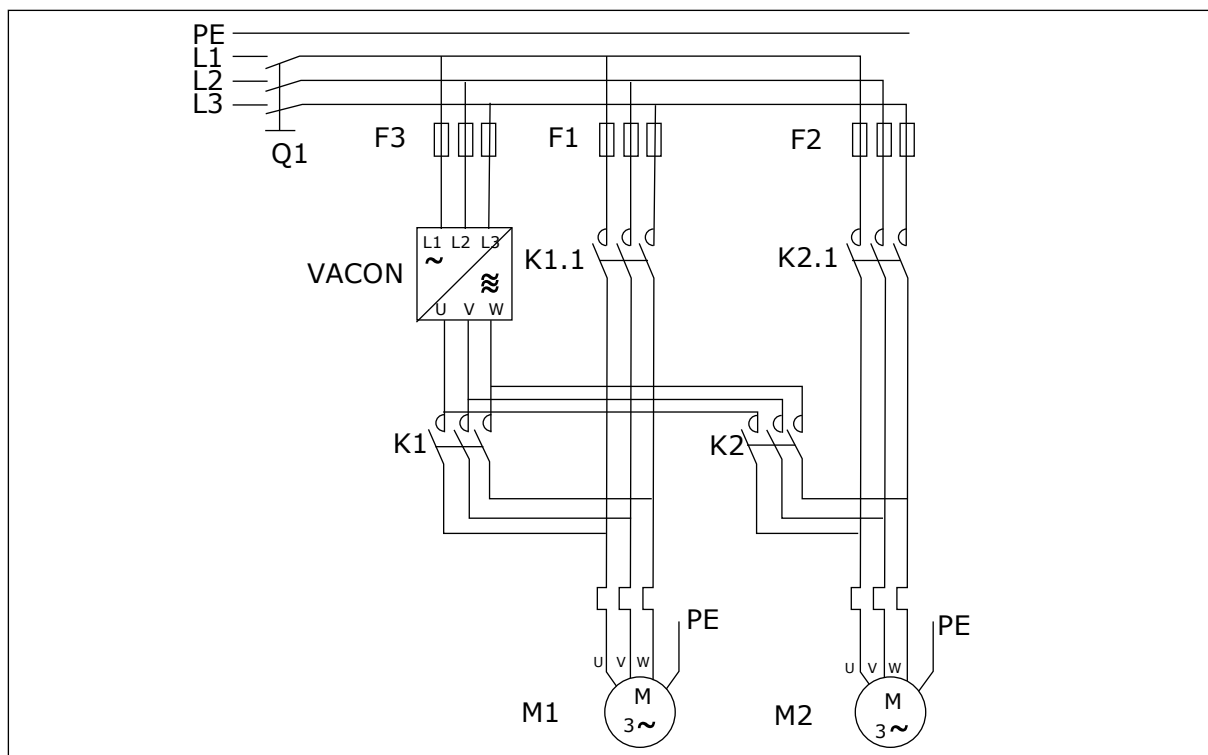
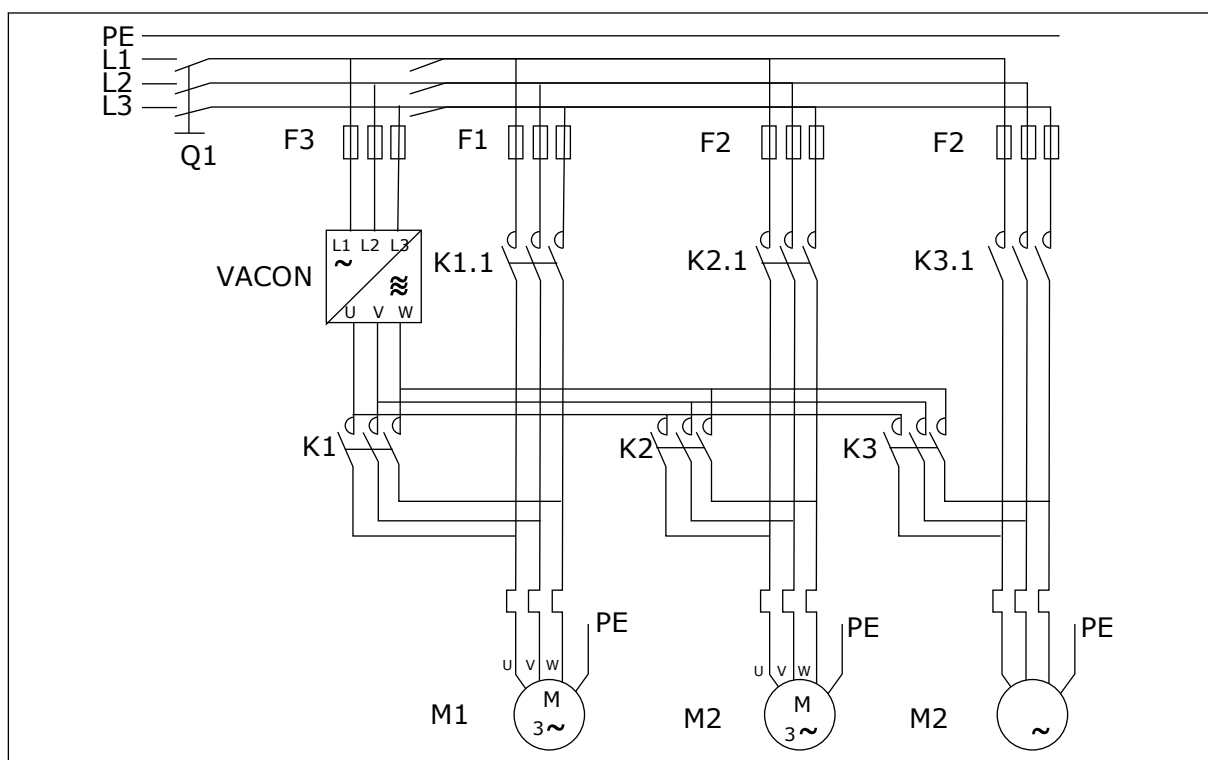

Fig. 98: Exemple de permutation à 2 pompes, schéma principal
Fig. 99: Exemple de permutation à 3 pompes, schéma principal
- Des contacteurs externes commandés via les sorties relais du convertisseur de fréquence connectent les entraînements au convertisseur de fréquence ou au réseau. Si le moteur commandé par le convertisseur de fréquence est inclus dans la séquence de permutation, il est toujours commandé via la sortie relais activée en premier. Les autres relais activés ultérieurement commandent les entraînements auxiliaires (voir Fig. 98 Exemple de permutation à 2 pompes, schéma principal et Fig. 99 Exemple de permutation à 3 pompes, schéma principal).
Le changement automatique de l'ordre de démarrage et d'arrêt est activé et appliqué aux entraînements auxiliaires uniquement ou aux entraînements auxiliaires et à l'entraînement commandé par le convertisseur de fréquence, selon la valeur du paramètre 2.9.25, Sélection des automatismes. Par défaut, la permutation est activée pour 2 entraînements. Voir Fig. 19 Applicatif de commande pour pompes et ventilateurs – Configuration des E/S par défaut et exemple de connexion (avec transmetteur 2 fils) et Fig. 98 Exemple de permutation à 2 pompes, schéma principal.